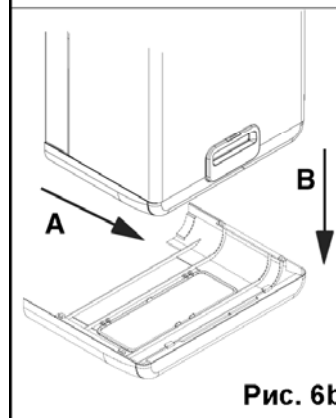

Рис. 6b
- снимите крышку, потянув ее на себя (A-B) (рис. 6b)